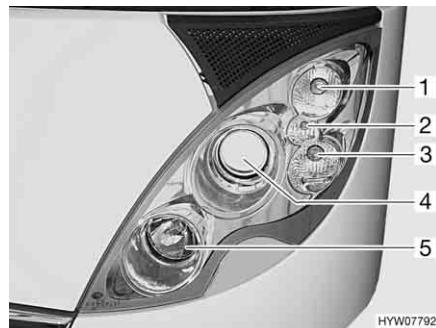
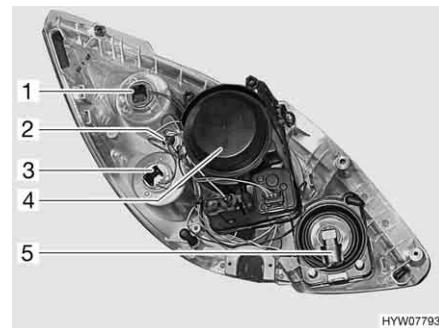

Fig. 216 Faro anteriore (lato anteriore)
Fig. 217 Faro anteriore (lato posteriore)
#### Indicatore di direzione (Fig. 216,1 e Fig. 217,1)
(Fig. 216,2 e Fig. 217,2)**
**Luce diurna (Fig. 216,3 e
(Fig. 216,4 e Fig. 217,4)**
**Abbagliante (Fig. 216,5 e